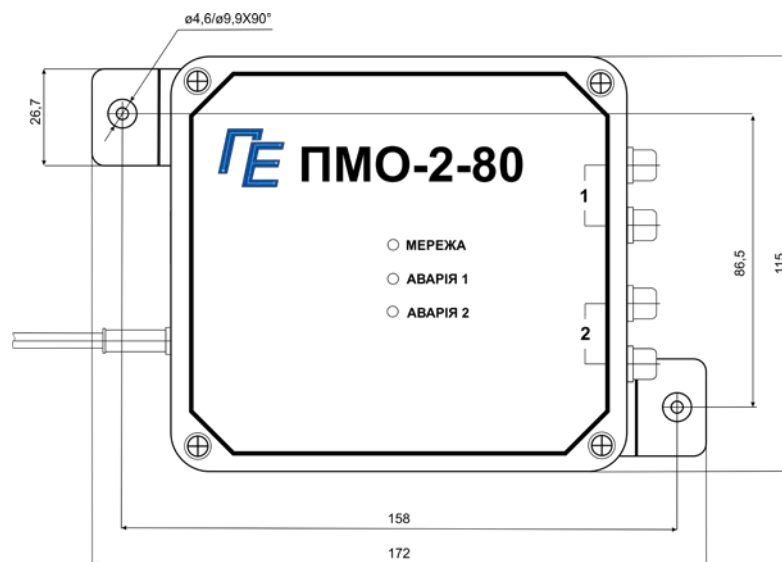

Рис. 1
3.6 Прибор выполнен в корпусе из ABS-пластика со степенью защиты IP54. Габаритные размеры корпуса (без хомутов крепления) - 130*120*60 мм. Масса, не более 0,5кг. Внешний вид прибора приведен на рис.1.